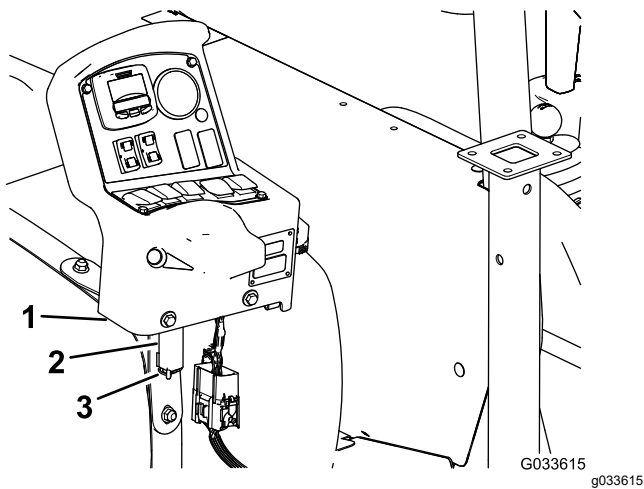

Figure 134
- Déposez la console de son support sur la planche de bord de la machine et alignez l'axe de pivotement de la console sur le support de rangement au niveau de la sangle avant de la cuve (Figure 134); voir Montage de la console de commande sur la machine (page 20).
- Montez la console sur le support et fixez l'axe de pivot sur le support avec la goupille fendue (Figure 134).